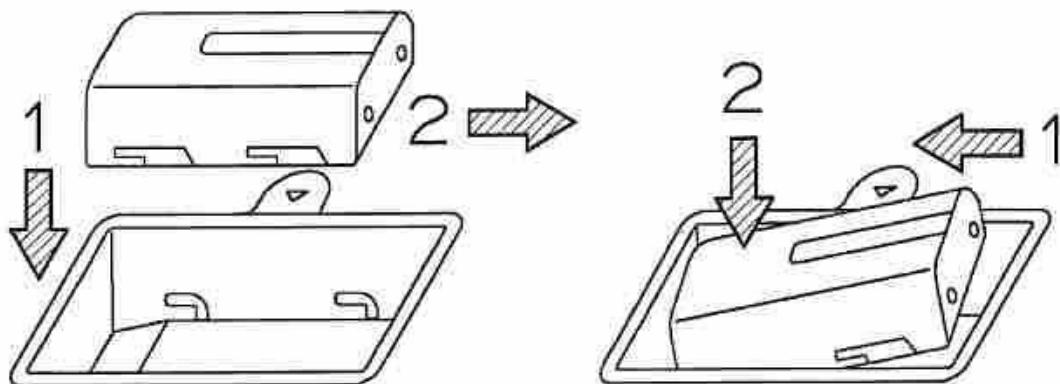

図3-2
a) バッテリーパックの取り付け（図3-2を参照してください）
1. 本器上面の②バッテリーカバーを開け、バッテリーパックをバッテリーホルダに